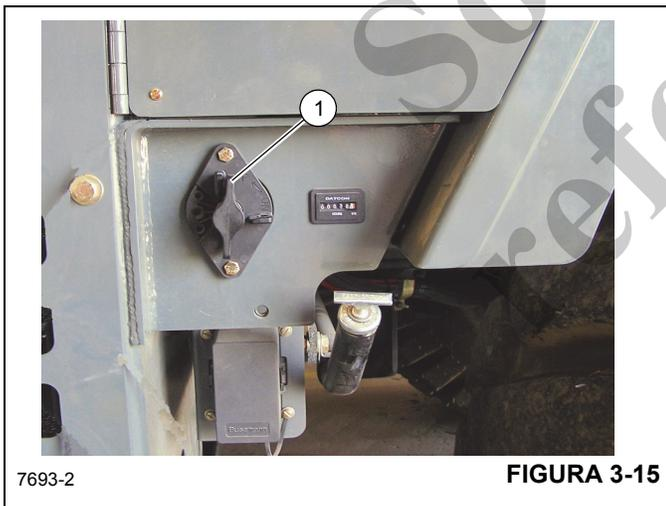

FIGURA 3-15
Compruebe que la manija del interruptor de las baterías (1) (Figura 3-15) esté en la posición de encendido (la manija se ilustra en la posición de apagado).